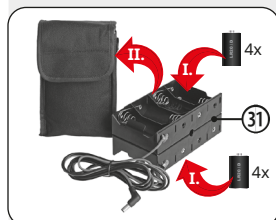

Fig. 16 : Insertion des piles dans le support de piles
1. Insérez, conformément aux indications, 4 piles* de type D/LR20 dans chaque côté du support de piles (31) (Fig. 16, I).
2. Placez le support de piles (31) dans la sacoche de rangement (31 b) (Fig. 16, II).